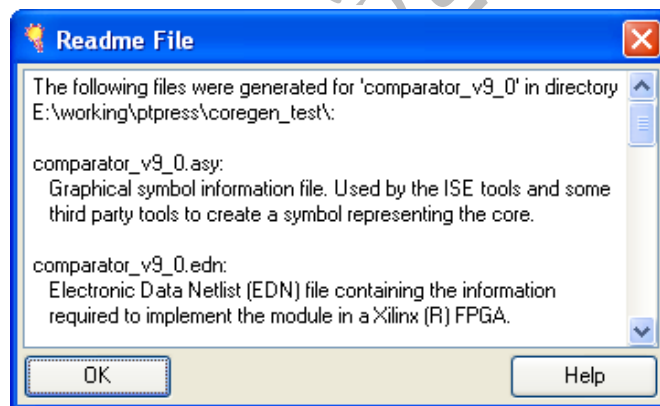

图 2.59 新建 IP 后报告信息
- (7) 定义好 IP 元件名称，设置好 IP 参数后，单击【Finish】按钮，新的 IP 的文件生成在项目所在的目录中，同时会给出相应的报告，如图 2.59 所示。